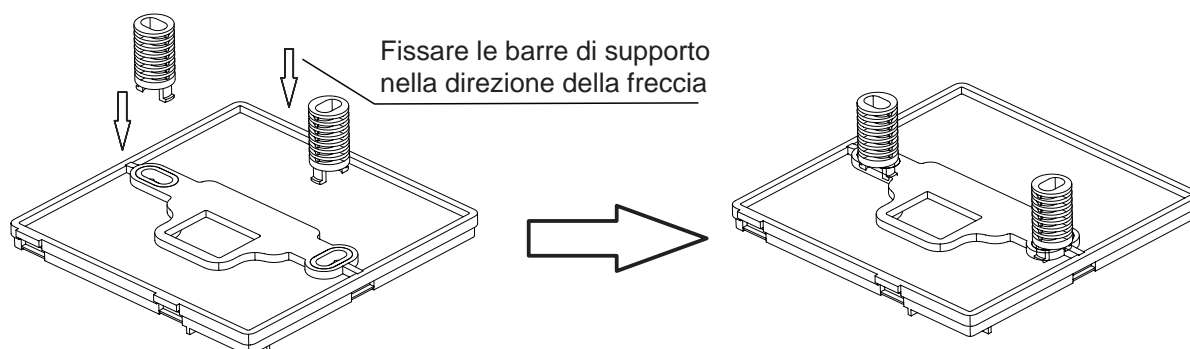

Figura 3.5
**3-3-3** Una volta regolate le altezze delle barre di supporto in plastica, fissare le barre sul guscio posteriore (vedi Figura 3.5).